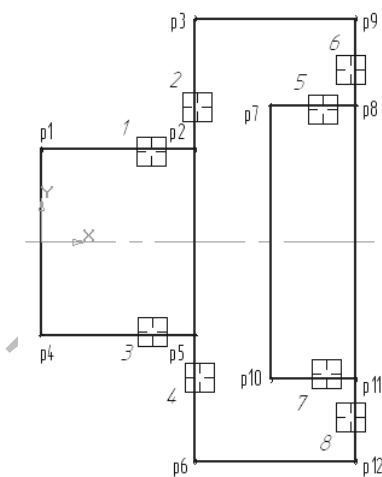

Рис. 20
5) В ответ на запрос системы **«Укажите первую кривую для построения скругления»** укажите курсором на отрезок $p1 - p2$ ближе к точке $p2$ (рис. 20, мишень 1).
6) В ответ на запрос системы **«Укажите вторую кривую для построения скругления»** укажите курсором на отрезке $p3 - p6$ немного выше точки $p2$ (рис. 20, мишень 2). Скругление построено. Команда остается в активном состоянии.